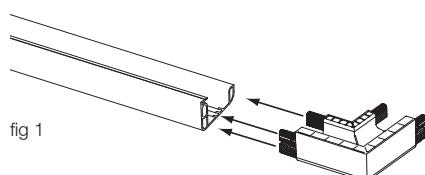
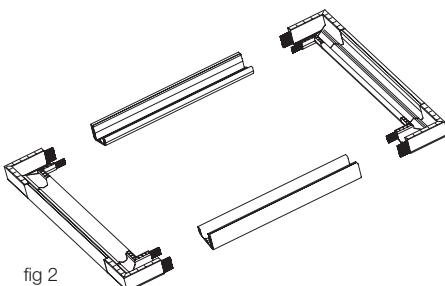

fig 1
fig 2
**UK:** Insert all four corners into the shorter extrusions of the frame (fig1), carefully, using a rubber hammer and/or a protective wooden block. The latter is strongly advised if the frame is veltex covered. Then assemble the complete frame (fig 2 & 3).
**FR:** Insérer les quatre coins dans les montants les plus courts du cadre (fig 1) en utilisant avec précaution un maillet caoutchouc ou un bloc de bois. La seconde solution est fortement recommandée pour les cadres recouverts de velours. Ensuite, assembler complètement le cadre (fig. 2 & 3)
**SE:** Montera först alla fyra hörn i de korta profillerna (fig 1) försiktigt med hjälp av en gummiklubba och/eller en trädloss som skydd. Det senare att föredra om duken har veltexklädd ram. Montera sedan ihop hela ramen (fig 2 & 3).